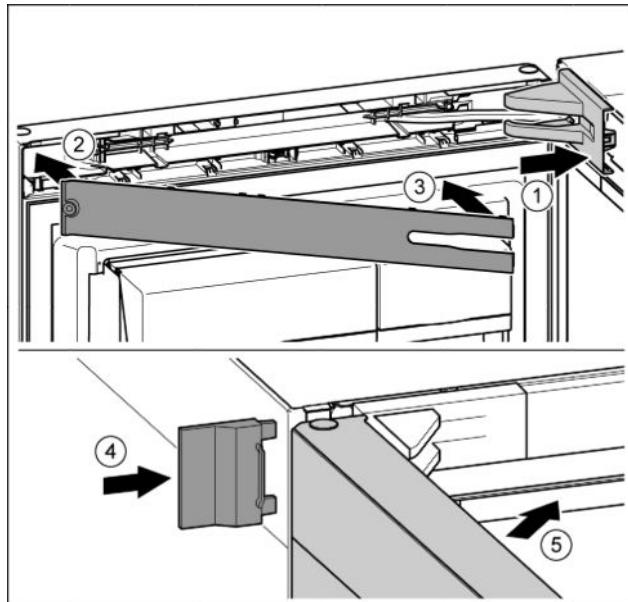

Fig. 25
- ▶ Poser et enclencher le cache du support de palier, l'introduire en appuyant délicatement. *Fig. 25 (1)*
- ▶ Poser le cache. *Fig. 25 (2)*
- ▶ Incliner le cache et l'enclencher. *Fig. 25 (3)*
- ▶ Enfiler le cache extérieur. *Fig. 25 (4)*
- ▶ Fermer la porte supérieure. *Fig. 25 (5)*